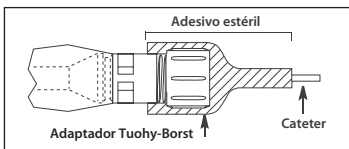

Figura 8
• A extremidade do adaptador Tuohy-Borst da proteção contra contaminação do cateter deve ser fixada com fita adesiva estéril para impedir que o cateter de inserção se mova (ver Figura 8).